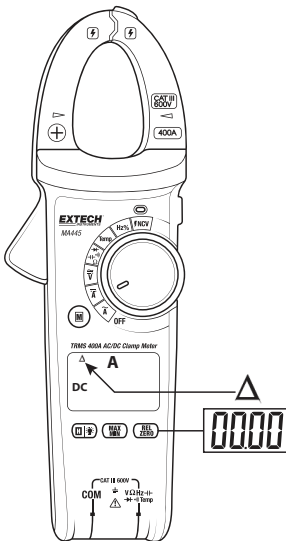
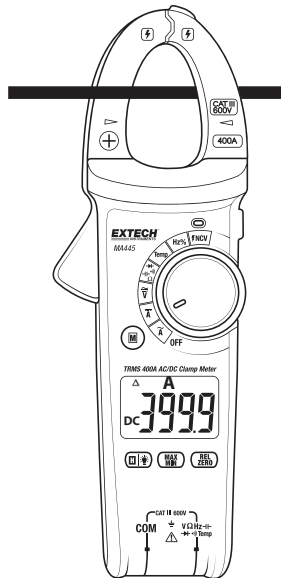

图 3 – 测量前 DCA 清零
图 4 – 测量 DCA
3. 在将所有导体从钳口内取出后，按住 **REL ZERO**（**相对清零**）按钮将所有残留磁性清除。请参阅图 3 和图 4。